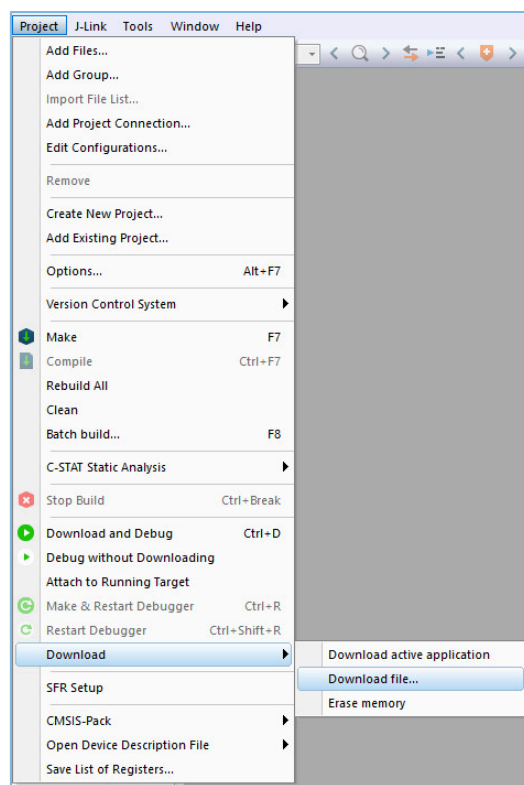
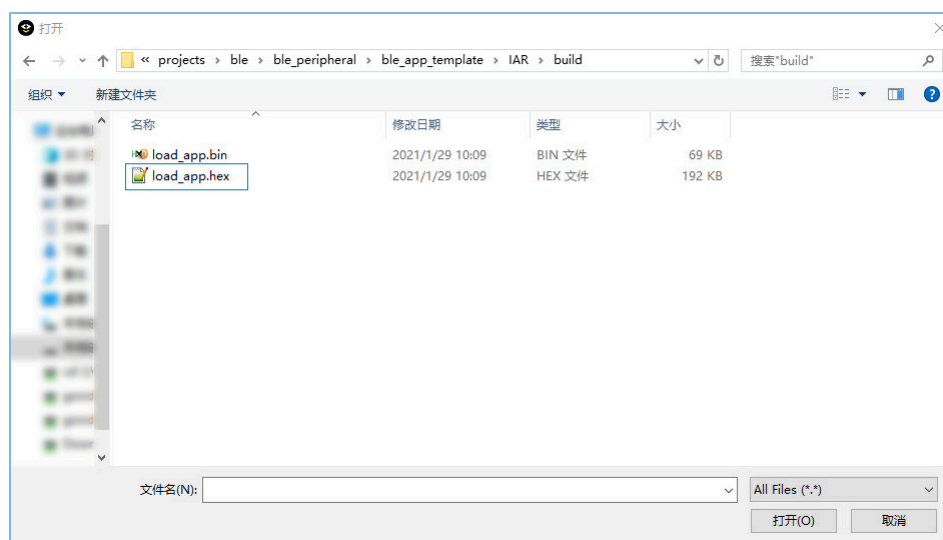

图 3-12 选择Download file
图 3-13 选择load_app.hex文件
2. 选择“Project > Download > Download file”，如图 3-12所示。选择工程目录下的IAR\build\load_app.hex文件，如图 3-13所示。